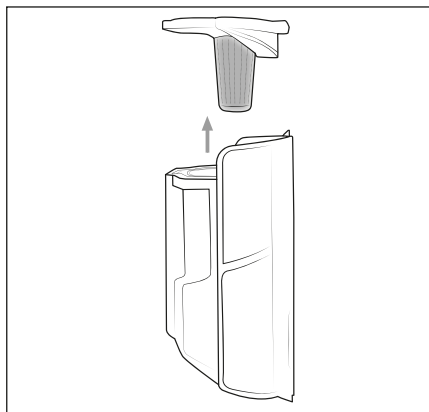

Fig. 16
- 3) Retirez le filtre en acier inoxydable 6 du bac à poussière 7, en saisissant l'ouverture du filtre en acier inoxydable 6 et en le sortant du bac à poussière 7 (voir fig. 16).